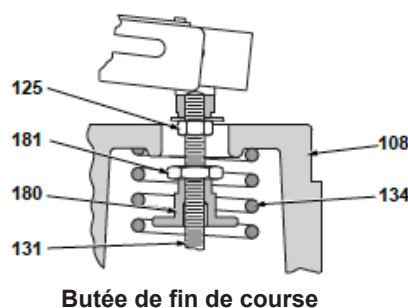

Figure 5
2.4 Volant (Figure 5)
2.5 Inversion de l'action de la vanne (Figures 5, 6, 26, 27 et 29)